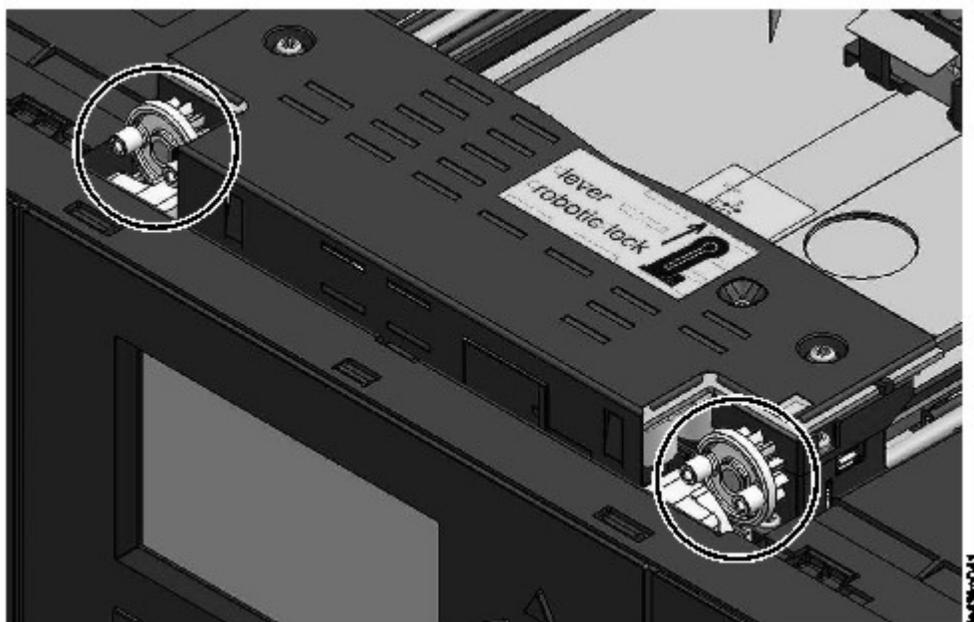

Figure 75. Les broches sont alignées horizontalement
1. Chaque angle du manipulateur est doté d'un engrenage comportant deux broches saillantes. Faites pivoter l'un des engrenages du manipulateur afin que les deux broches soient alignées horizontalement. Voir Figure 75, à la page 158